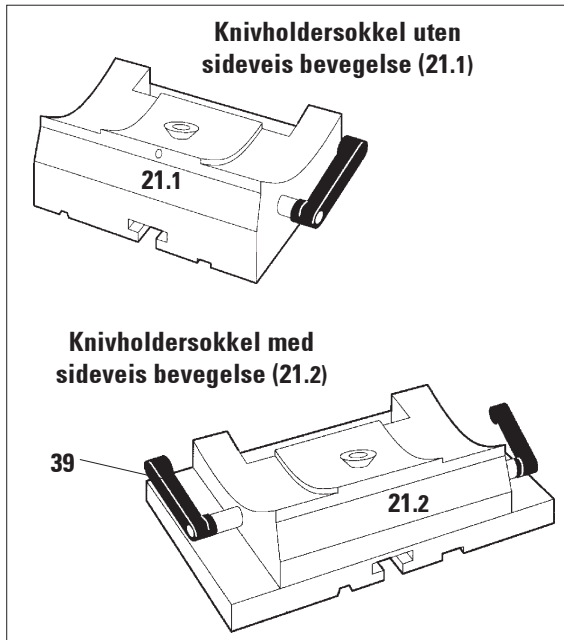

Fig. 25
- For å frigjøre klemmekanismen, drei klemhåndtaket (39, Fig. 25) (på venstre side av knivholdersokkelen) forover.
- For å stramme klemmekanismen igjen, drei håndtaket (39) bakover.